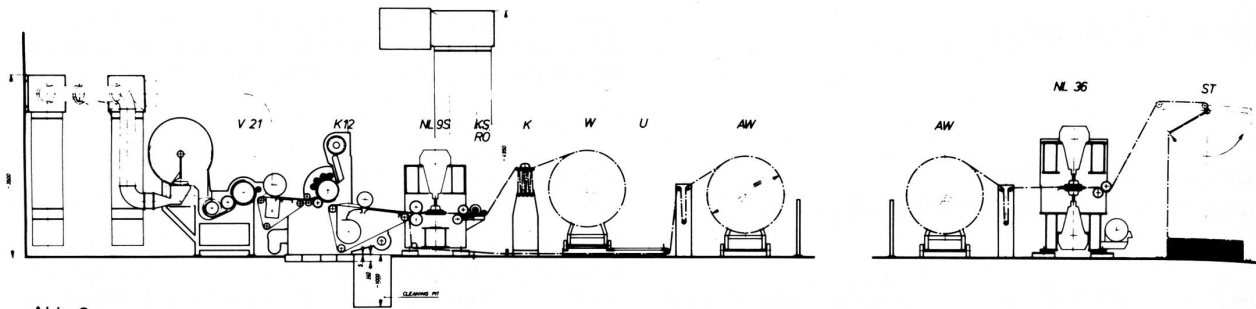

Abb. 3
- Vliese für genadelte Decken (Abb. 3 zeigt eine Nonwoven-Anlage zur Herstellung von genadelten Decken)